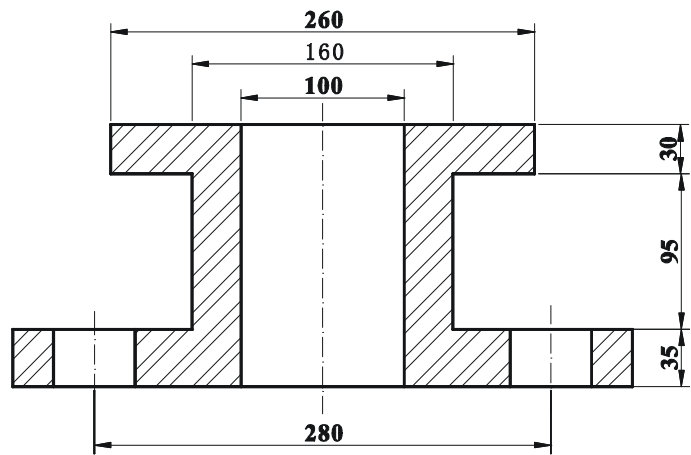

图 3-6-4
STEP 04 最后，使用 BHATCH 命令对剖面部分进行填充，效果如图 3-6-4 所示。其具体操作如下：
3) 在该对话框的“比例”下拉列表框中输入“5”，单击“拾取点”按钮，系统返回绘图区中，在如图 3-6-4 所示填充区域中任意点取一点，系统再次返回“边界图案填充”对话框。